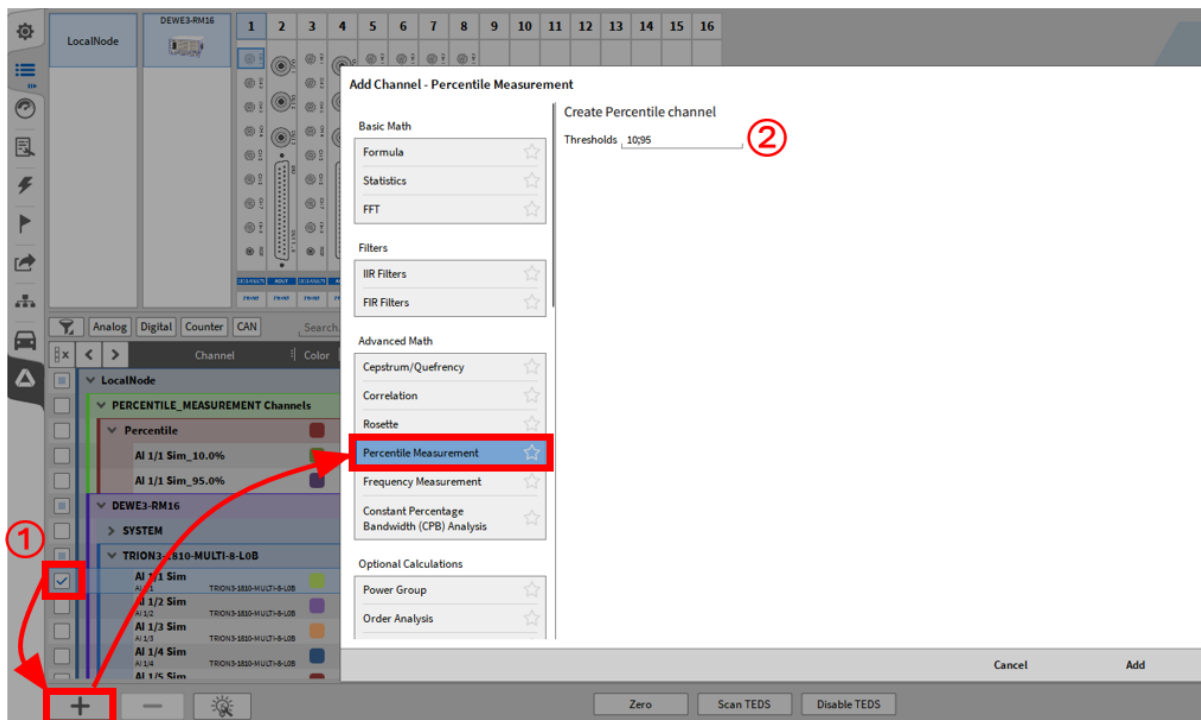
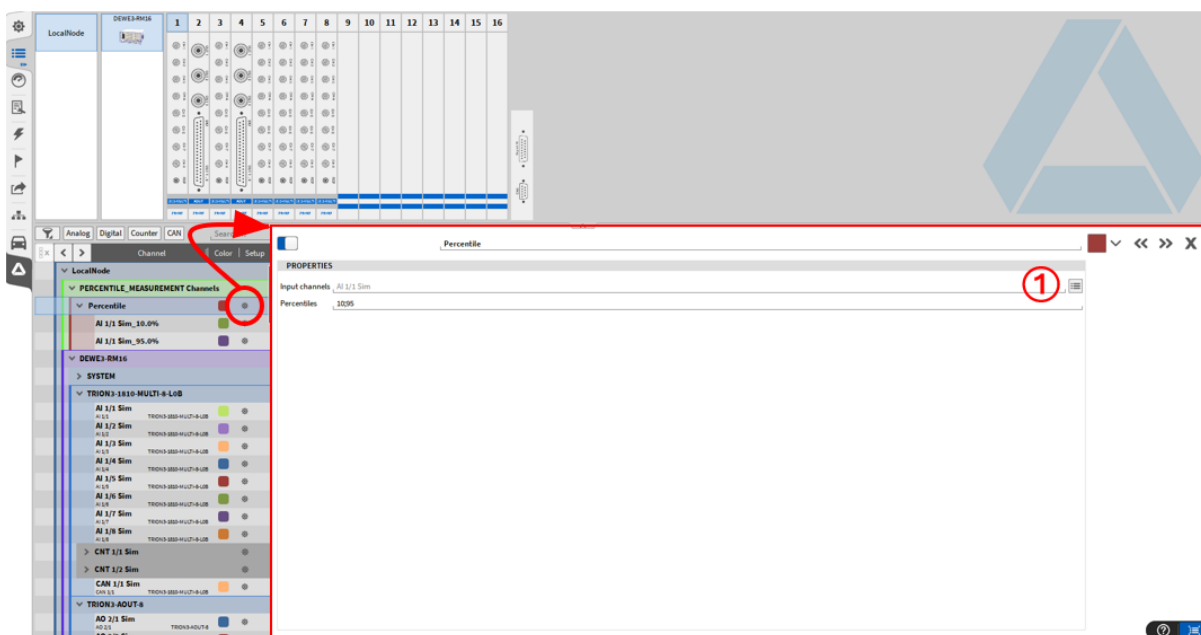

Abb. 7.121: Hinzufügen einer Perzentilen Messung
Abb. 7.122: Nachträgliche Änderungen der Perzentilen Messung
Um einen oder mehrere Kanäle für eine Perzentile Messung zu erstellen, klicken Sie auf den + Button im unteren linken Eck der Kanalliste. Ein Pop-up Fenster erscheint, wobei die Perzentile Messung in der Liste ausgewählt werden muss (siehe Abb. 7.121). Es müssen ein oder auch mehrere Kanäle in der Kanalliste ausgewählt werden bevor auf den + Button geklickt wird (siehe ① in Abb. 7.121). Es ist auch möglich im Nachhinein Kanäle für die Messung hinzuzufügen (Siehe ① in Abb. 7.122). Sie können 1 oder mehrere Schwellwerte in % angeben. Bei der Auswahl mehrerer Schwellwerte müssen die einzelnen Werte durch „;“ getrennt werden (Siehe ② in Abb. 7.121).
Nach dem Klicken des Hinzufügen Buttons erscheint ein neuer Abschnitt in der Kanalliste namens PERCENTILE MEASUREMENT Channels. Um die Einstellungen im Nachhinein zu verändern bzw. Kanäle oder Schwellwerte hinzuzufügen, muss auf das kleine Zahnrad geklickt werden (siehe Abb. 7.122).